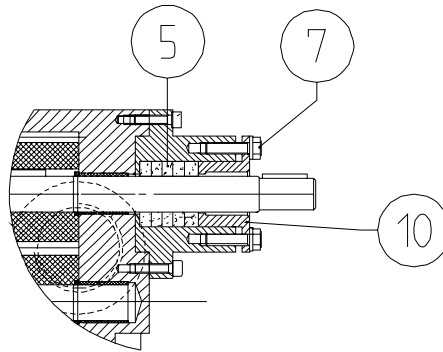

Fig.4.3.A
- Svitare le due viti di carico (7) del premitreccia ed estrarre il coperchio (10) dalla sua sede (Fig. 4.3.A)
- rimontare il coperchietto premitreccia (10)
- comprimere la baderna avvitando alternativamente, ed in egual misura, le viti di carico (7)